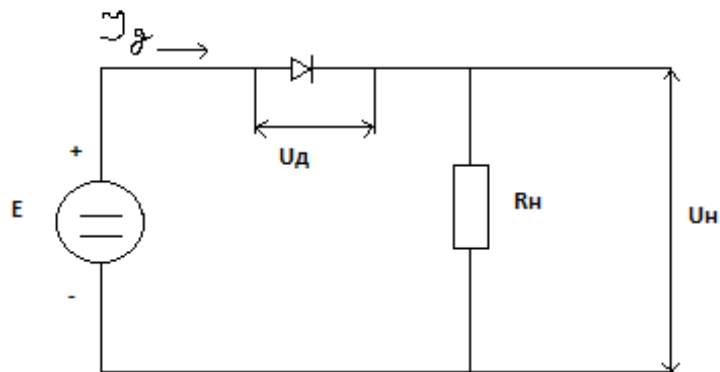

Рисунок 2
2.1. Собрать схему согласно рис. 2.